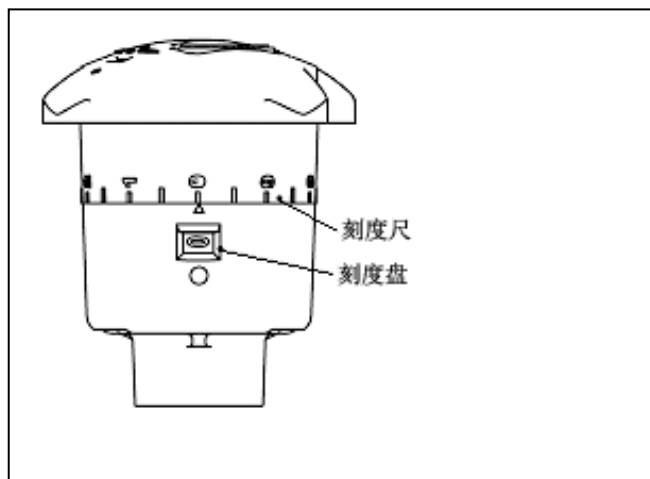
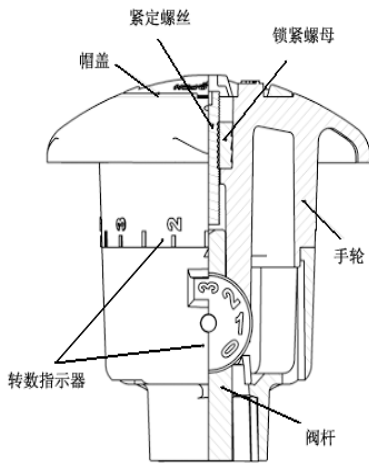

图 3 CBV 设置为 0.0 表示阀门关闭。手轮转数标度和测微计标度的读数都为 0。
图6
此标度印在手柄下半部的一个齿轮装置的外表面（图 6）。手轮每旋转 360 度都可以通过展示窗看到，且标记为刻度 0-5，以此用整圈转数来表示阀门位置。（图 3）
此刻度尺标记为 0-9，位于手轮上半部。当每个标记与位于手柄转数展示窗上方的箭头方向一致时，表示转过一个 360 度整圈的十分之一。（图 3）
17. 通过手柄帽上的孔插入一个 2.5mm (3/32") 的内六角扳手。(图 6)